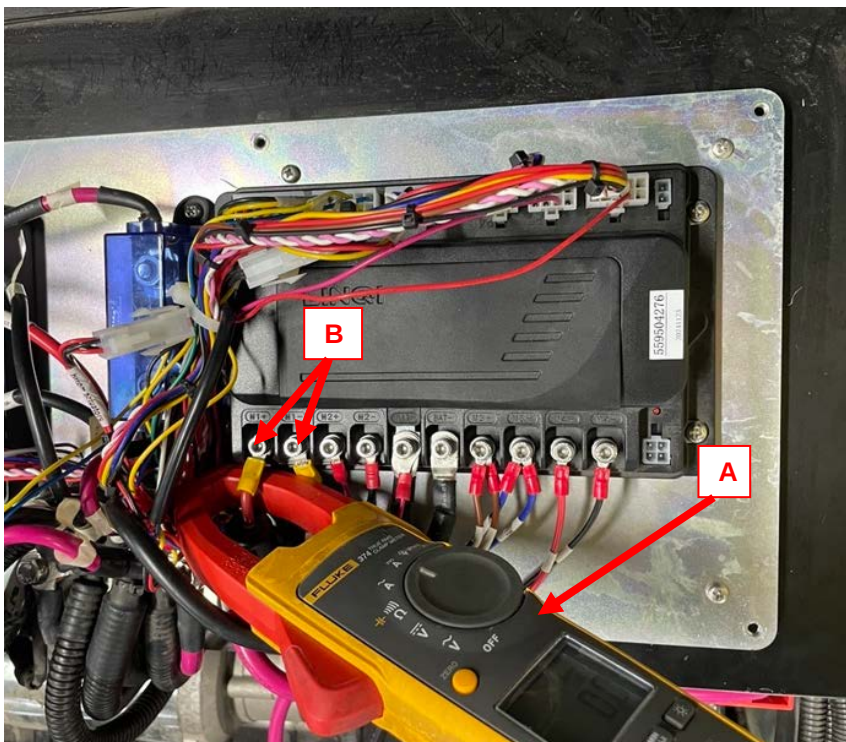

Figura 59
2. Applicare la pinza amperometrica (A, Figura 59) su uno dei fili del motore della spazzola (B, Figura 59).